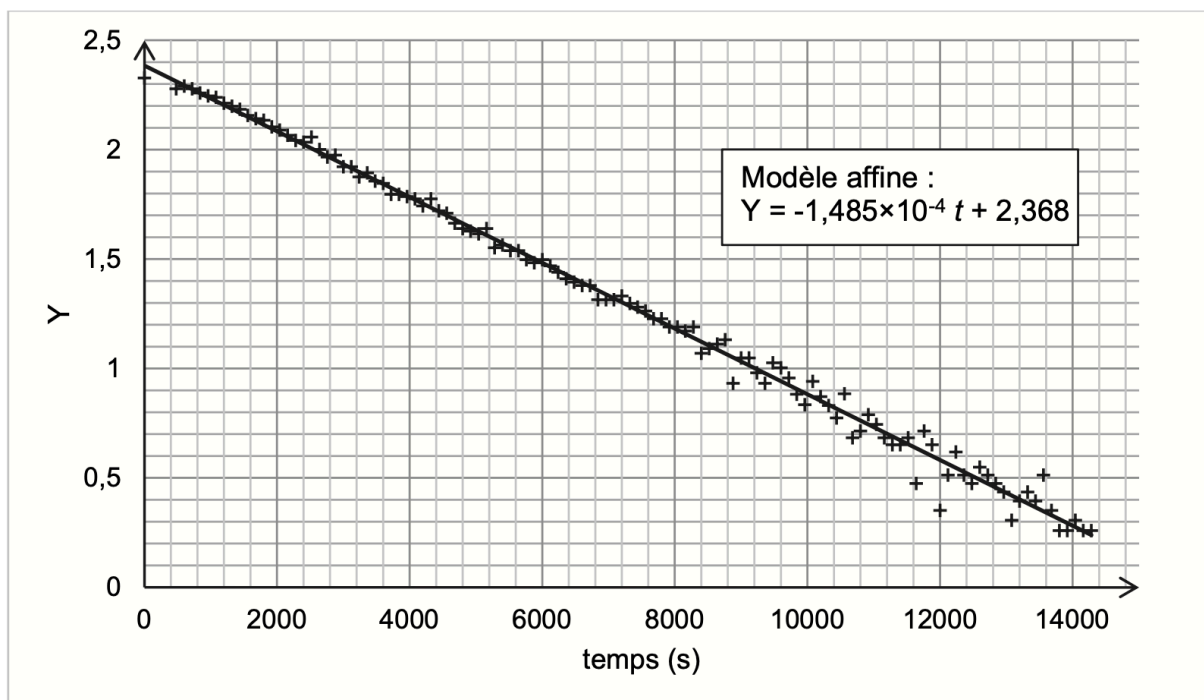

Figure 3. La représentation graphique de  $Y = \ln(\theta_{\text{air}} - \theta(t))$  en fonction du temps
La représentation graphique de  $Y = \ln(\theta_{air} - \theta(t))$  en fonction du temps est donnée sur la figure 3 page suivante, ainsi que sa modélisation par une fonction affine.
**Q4.** Montrer à l'aide de la figure 3 que l'expression (2) rend bien compte des résultats expérimentaux.
**Q5.** Effectuer à l'aide de la figure 3 une nouvelle estimation de la valeur expérimentale de  $\tau$  et comparer à celle obtenue à la question 3.